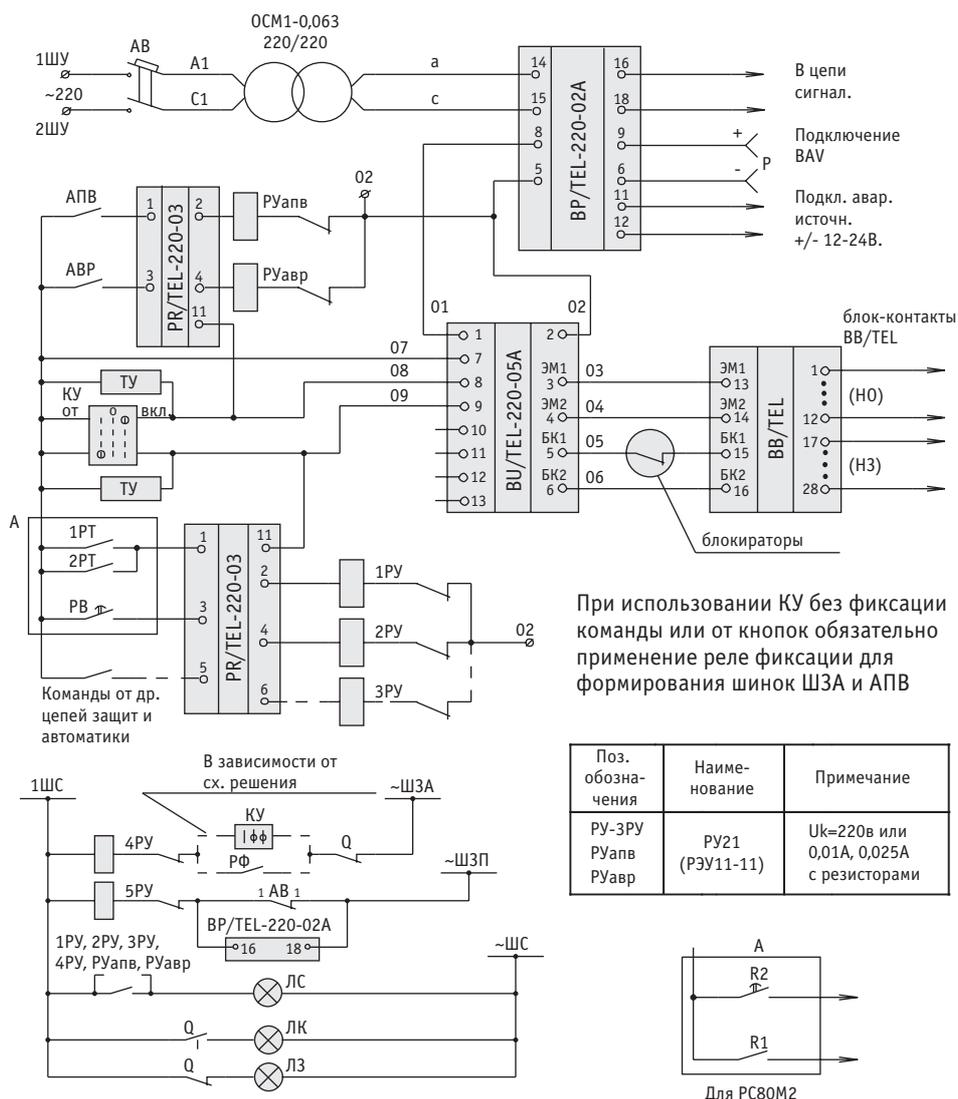

Рис. 10
- для формирования командных цепей и цепей сигнализации (рис. 10)
В разделе 3 в основном рассмотрены варианты работы ВU/TEL и ВВ/TEL с классическими электромагнитными, электромагнитными, индукционными реле. Производителем этих реле в основном был ЧАЭЗ г. Чебоксары. В настоящее время освоено выпуск на предприятиях Украины электронных аналогов этих типов реле. Наиболее широкое применение получили электронные аналоги токовых реле серии РТ-80. Это реле РС80М2(М3). Подключение реле типа РС80М2(М3) показано на рис.10 раздела 3. Считаем целесообразным применение данного типа реле при модернизации КРУ на переменном оперативном токе. За последние годы в энергетике Украины значительно возросло применение микропроцессорных блоков защит и управления, которые имеют более широкий диапазон защит, возможность измерения параметров сети, диагностику сети с выдачей информации, возможность управления объектом по компьютерной сети. Основными производителями данных устройств являются: